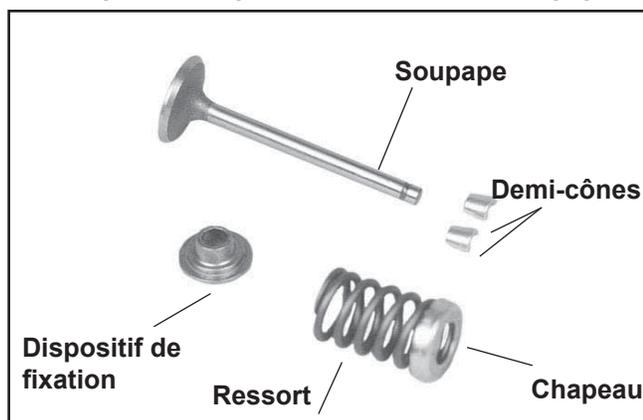

Figure 9-58. Composants de la commande des soupapes.
3. Une fois le ressort de soupape comprimé, retirer les composants suivants. Voir les Figures 9-58 et 9-59.